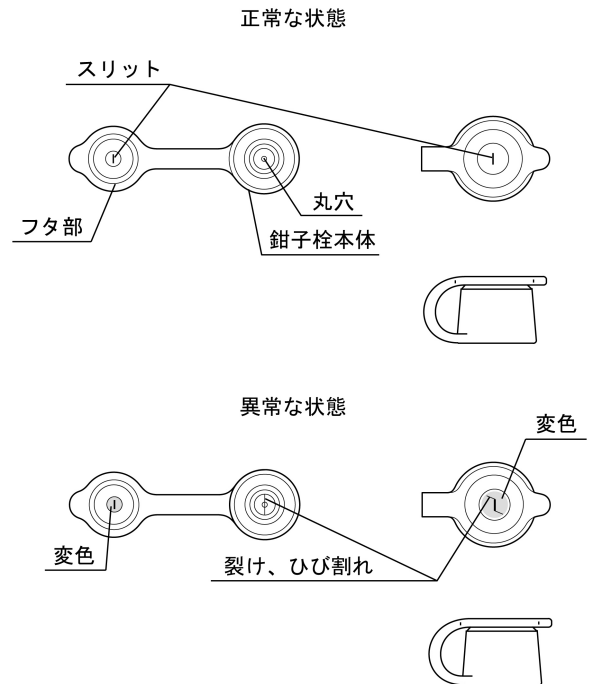

図2
- 先端レンズのフタ部のスリットまたは鉗子栓本体の丸穴に裂け、ひび割れ、変形、変色などの異常がないことを目視で確認すること（図2参照）。